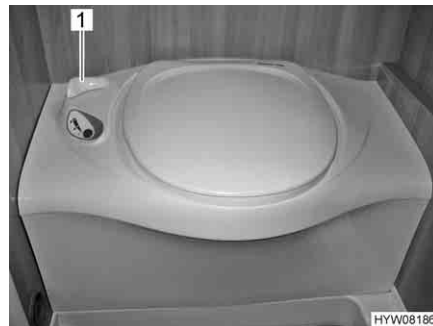

Fig. 247 Toilettes Thetford
- Avant d'actionner la chasse d'eau, ouvrir le curseur des toilettes Thetford. Tourner pour cela le levier du curseur (Fig. 247,1) dans le sens inverse des aiguilles d'une montre.
- Après avoir actionné la chasse d'eau, fermer le curseur. Tourner le levier du curseur (Fig. 247,1) dans le sens des aiguilles d'une montre.